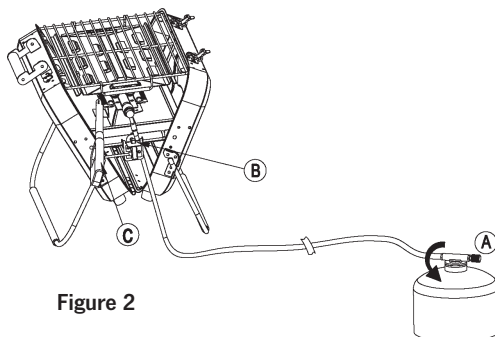

Figure 2
UTILISER LE GRIL À GAZ**1. Allumage piézoélectrique (Figure 2, page 37)**
Comme le montre la **figure 2-A** , tournez le bouton ⑪ dans le sens inverse des aiguilles d'une montre d'environ 1/3 de tour (la flèche pointe vers "+", tournez-le correctement lorsque la bouteille est pleine) pour ouvrir le gaz.
Comme illustré à la **Figure 2-B** , appuyez plusieurs fois sur le bouton ⑨ jusqu'à ce que le gril à gaz s'allume.
Placez l'allume-bâton près du brûleur (**Figure 2-C**), tournez le bouton rotatif ⑪ dans le sens inverse des aiguilles d'une montre (la flèche pointe vers «+»), allumez lentement le gaz et appuyez sur le bouton de l'allume-bâton (**Figure 2-C**).